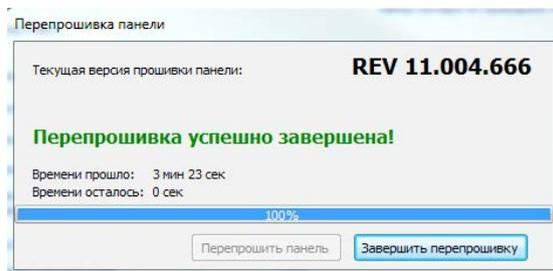

Рисунок 4. Завершение обновления ФПО
9. После нажатия на кнопку «Завершить перепрошивку» появится диалоговое окно с информацией о том, что необходимо очистить историю панели (см. рис. 4).